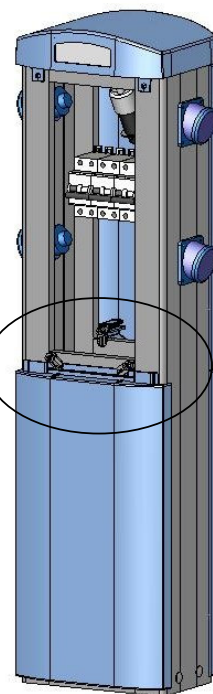

Fig.4
Après avoir ouvert le panneau haut de la face avant (fig.3), actionner les tournilles ① afin de libérer le panneau bas (fig.4).
Pour un accès éventuel par l'arrière de la borne, actionner les 2 tournilles ② du panneau par l'intérieur de la borne (fig. 4).